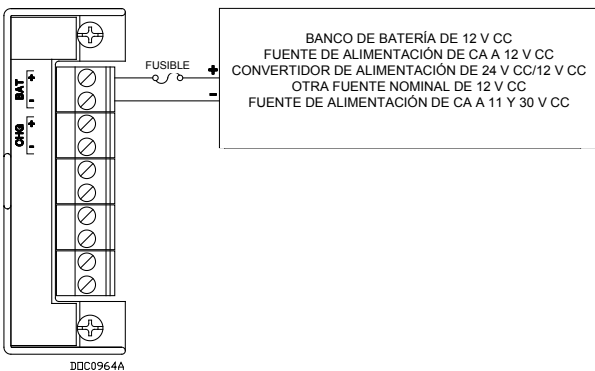

Figura 5. Fuente de alimentación de 12 V cc y cableado de BATERÍAS/BATERÍAS-
- la fuente de 12 V cc hasta el sujetador debajo del tornillo de terminación adecuado BAT+/BAT- (vea la *Figura 5*) **O**
- la fuente de 24 V cc hasta el sujetador debajo del tornillo de terminación adecuado +/- . El terminal + también debe tener un fusible (vea la *Figura 5*) **O**
- la fuente de 11-30 V cc hasta el sujetador debajo de los tornillos de terminación adecuados +/- (vea la *Figura 5*)